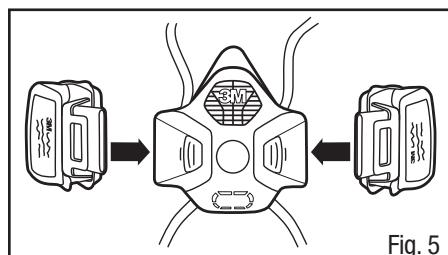

Fig. 5
1. Alineie a extremidade da porta dos cartuchos com os encaixes da peça facial (Fig. 5).